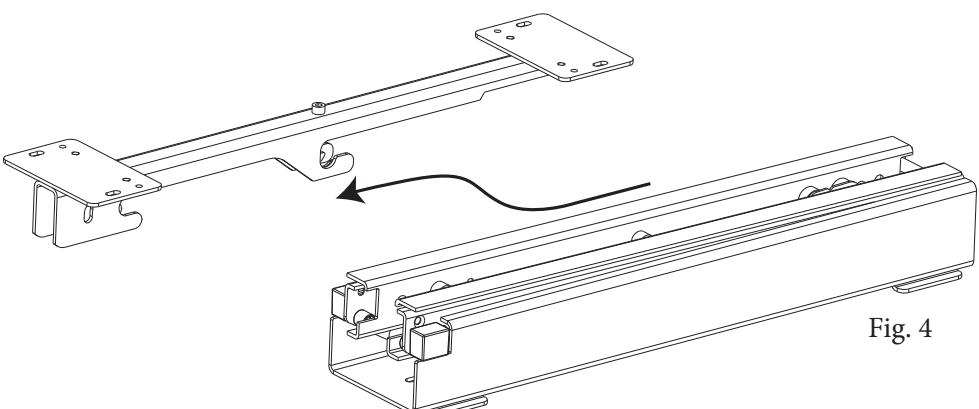
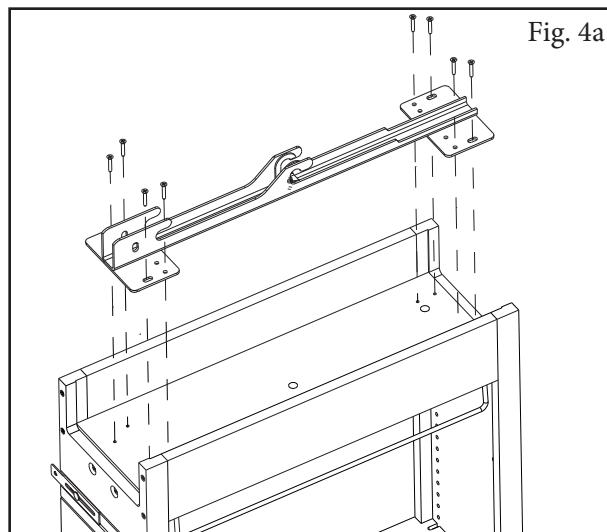

Fig. 4
Fig. 4a
(5 inch pantry refer to step 4a) Turn pantry upside down. Disengage slide mounting plate from slide assembly (see fig. 4) and attach to bottom of pantry using (8) #10 x 1 deep thread screws. (see fig. 4a)
(127 mm despensa consulte el paso 4 bis) despensa vez que al revés. Suelte la placa de montaje de diapositivas de la corredera (véase fig. 4) y adjuntar a la parte inferior de la despensa con (8) # 10 x 1 tornillos de rosca de profundidad. (ver fig. 4a)
(127 mm cellier référer à l'étape 4a) cellier Tourner à l'envers. Dégager glisser la plaque de montage de culasse (voir fig. 4) et le joindre à fond de garde-manger à l'aide (8) # 10 x 1 vis à filet de profondeur. (voir fig. 4a)
(5 inch pantry only) Turn pantry upside down. Disengage slide mounting plate from slide assembly (see fig. 4) and attach slide skirt and slide mounting plate to bottom of pantry using (8) #10 x 1 deep thread screws. (see fig. 4b)
(127 mm despensa solamente) Girar a la despensa al revés. Suelte la placa de montaje de diapositivas de la corredera (véase Fig. 4) y adjuntar la falda de diapositivas y deslice la placa de montaje a la parte inferior de la despensa con (8) # 10 x 1 tornillos de rosca de profundidad. (ver fig. 4b)
(127 mm cellier uniquement) Active garde-manger à l'envers. Dégager glisser la plaque de montage de culasse (voir fig. 4) et joindre jupe glisser et glisser la plaque de montaje au bas de la garde-manger à l'aide (8) # 10 x 1 vis à filet de profondeur. (voir fig. 4b)